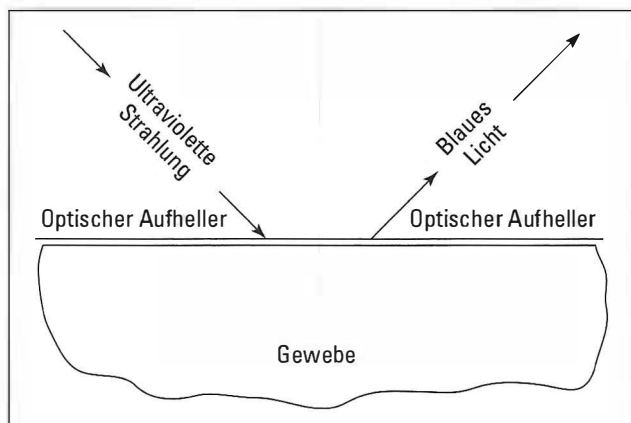

Abbildung 17.3: Optische Aufheller
- ✓ **Optische Aufheller:** Mit Hilfe dieser Verbindungen sollen weiße Textilien noch weißer wirken. (Sie kennen das aus den Werbespots, die man sich besser mit einer Sonnenbrille ansieht.) Es handelt sich hierbei um sehr komplexe organische Verbindungen, mit denen die Textilien hauchdünn überzogen werden. Sie absorbieren ultraviolettes Licht und geben es als blaues Licht im sichtbaren Bereich des Spektrums wieder ab. Abbildung 17.3 illustriert diesen Vorgang.